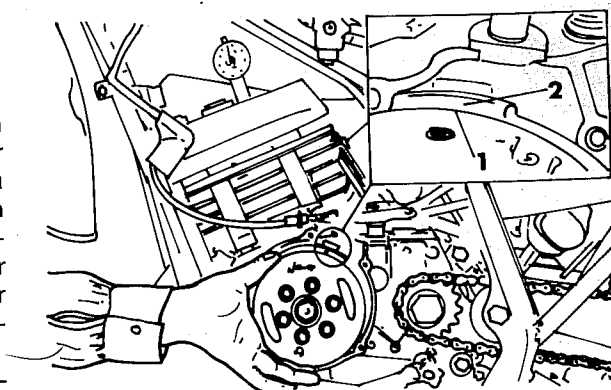

Bild 23
- Danach die Markierungen am Schwungrad (1) und auf dem Gehäuse (2) auf Übereinstimmung prüfen (Bild 23). Wenn diese nicht ausgerichtet sind, oder wenn ein neues Kurbelgehäuse eingebaut wurde, eine neue Markierung in Übereinstimmung mit der Markierung am Schwungrad am Kurbelgehäuse einschlagen.